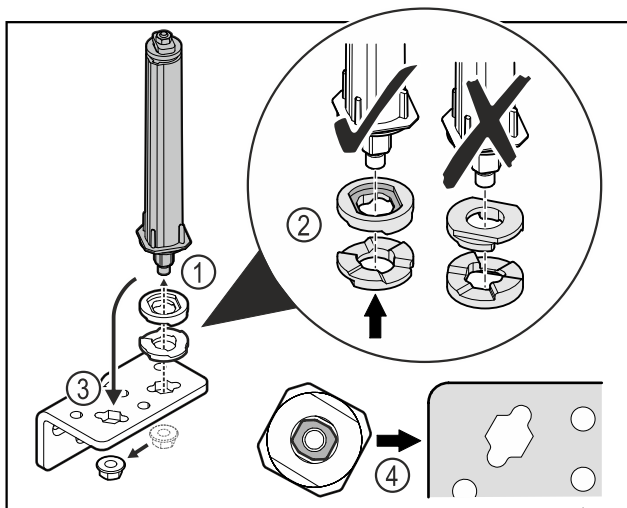

Fig. 30
- Povolte matici a odstraňte uzavírací systém dvířek Fig. 30 (1).
- Dbejte na správné vyrovnaní výškově stavitelných podložek Fig. 30 (2).
- Přesaďte uzavírací systém dvířek v úhelníku závěsu a upevněte jej maticí Fig. 30 (3).
- Při nasazování dbejte na správné vyrovnaní uzavíracího systému dvířek Fig. 30 (4).